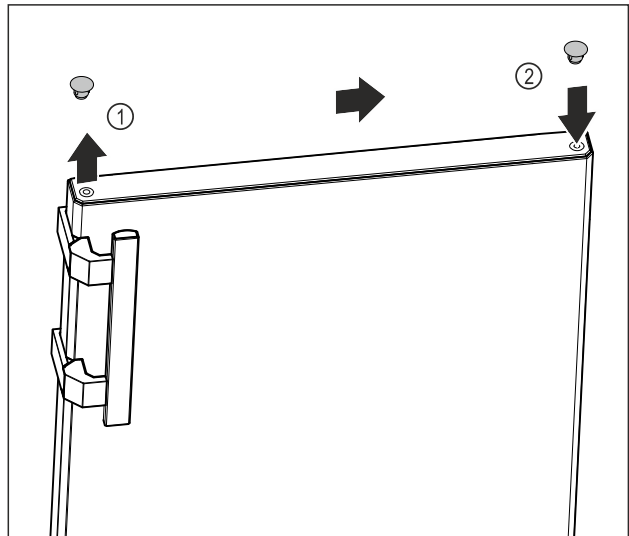

Fig. 13
- ▶ С плоска отвертка внимателно повдигнете покриващата тапа от горната страна на вратата Fig. 13 (1) и я извадете.
- ▶ Поставете покриващата тапа от другата страна. Fig. 13 (2)